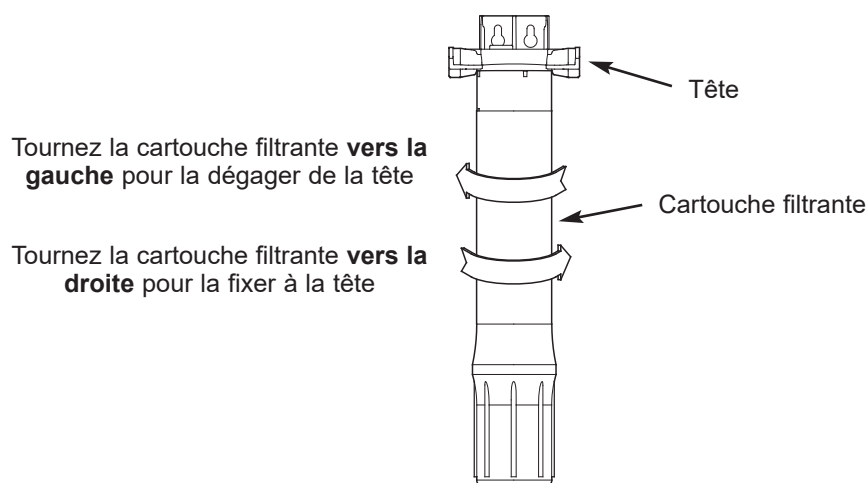

FIG. 6
2. Placez la cartouche contre l'ensemble tête de filtre, tel qu'illustré dans la Figure 6. Serrez la cartouche en la tournant vers la droite.